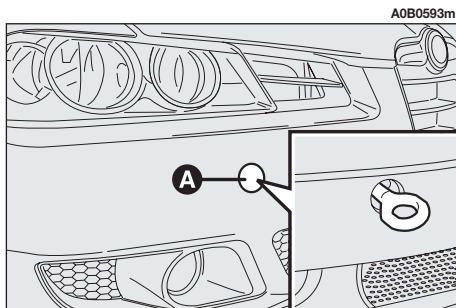
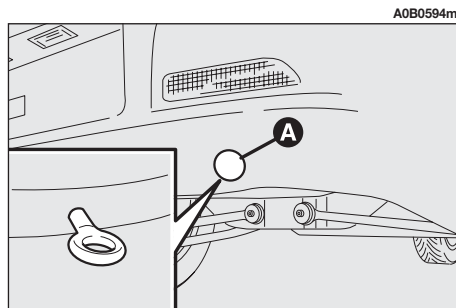

fig. 77
fig. 78
— Enlever le couvercle (A) monté par pression sur le pare-chocs avant (fig. 77) ou arrière (fig. 78). Pour cette opération, au cas où on utilise le tournevis fourni à lame à pointe plate, il faut protéger la pointe avec un chiffon souple, afin d'éviter d'endommager la voiture.